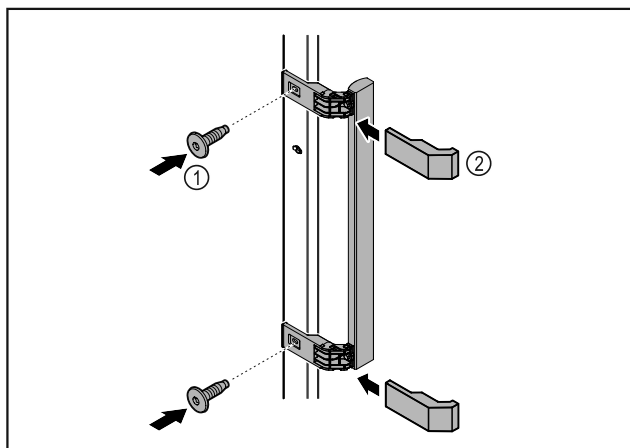

Fig. 7
- ▶ Montirajte ručku iz vrećice s priborom s pomoću priloženih vijaka Fig. 7 (1) na vrata.
- ▶ Postavite pokrov Fig. 7 (2).